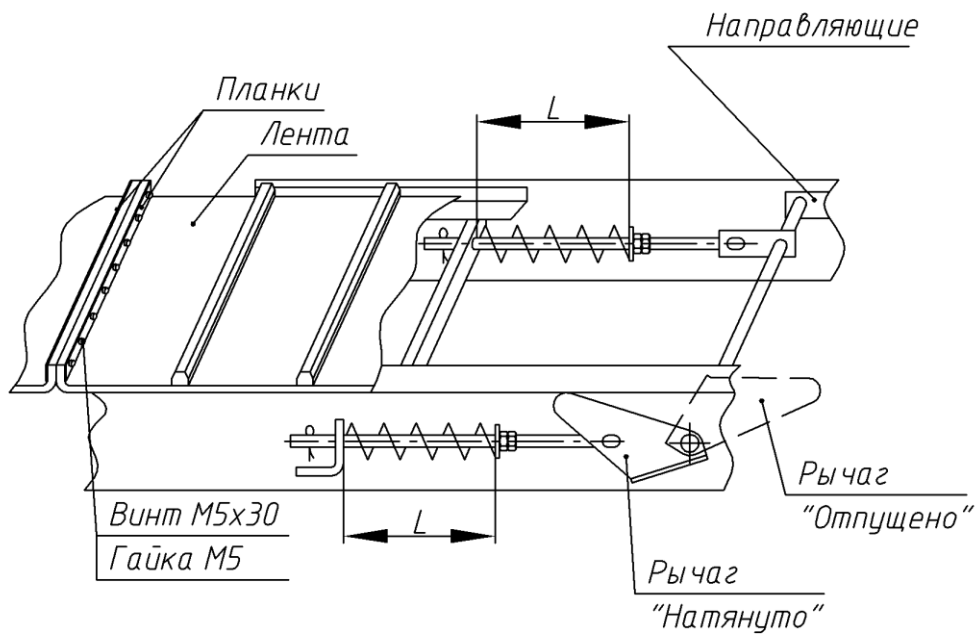

Рисунок 9. Установка и натяжка транспортной ленты
6.3.6. Наденьте транспортерные ленты на барабаны основного транспортера и соедините края двумя планками (рисунок 9).
6.3.7 Наденьте транспортерные ленты на барабаны транспортера-элеватора и соедините края двумя планками (рисунок 9).
– освободите натяжку транспортеров (рисунок 9, положение «отпущено»).
Лента должна быть соединена (рисунок 9) таким образом, чтобы соединительная планка была расположена симметрично по ширине и перпендикулярно длине ленты. Допуск неперпендикулярности и несимметричности не более 2 мм. При этом в положении «натянута» расстояние от натяжного барабана до правой боковины рамы жатки должно быть 40...130 мм.
Высота пружин в положении «натянута» (см. рисунок 9) вначале устанавливается одинаковой с двух сторон барабана ($L \sim 140$ мм).